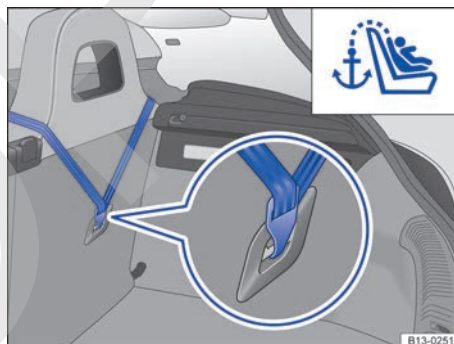

Fig. 25 En el maletero: cinturón de fijación superior enganchado.
- Enganche el cinturón de fijación superior en la argolla de sujeción correspondiente marcada como Top Tether en el maletero → fig. 25.